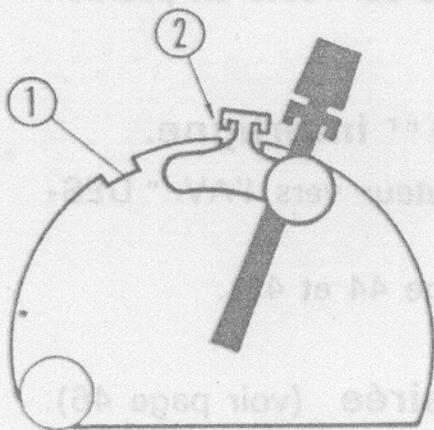

Fig. 65
- Faire coulisser l'index mobile sur le secteur et le mettre en face de l'encoche (2) puis serrer le bouton moleté (fig. 65).